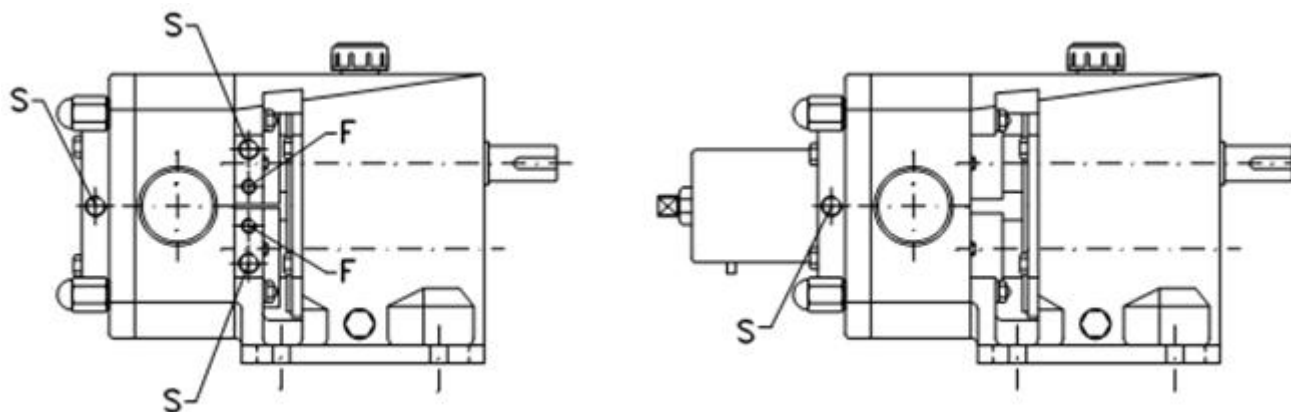

Рис. 4.6 Вторичные присоединения
которых зависят от типоразмера насоса и типа промывочной системы. На рис. 4.6 показаны присоединения для подачи и отвода промывочной жидкости (F).
Рубашка для нагрева/охлаждения (S) может быть установлена как на крышке насоса, так и в узле уплотнения. Подача жидкости для нагрева/охлаждения осуществляется через патрубки (S) см. рис. 4.6.